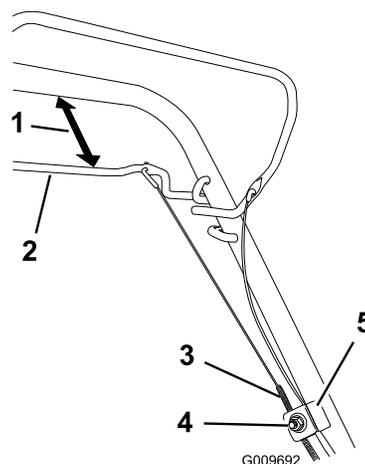

Figura 29
1. Desaperte a porca de suporte do cabo (Figura 29).
2. Fixe a alavanca auto-propulsora a 25 a 38 mm do manípulo (Figura 29).
3. Puxe o invólucro do cabo (para o cortador) até não haver folga no cabo (Figura 29).